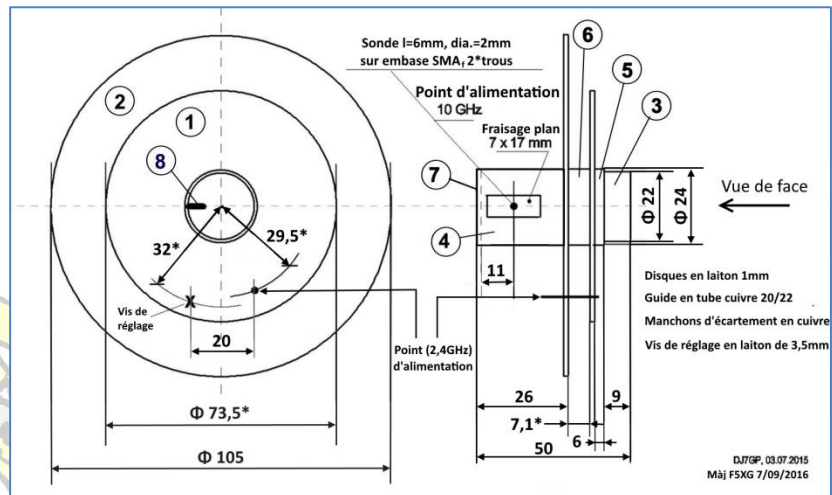

Figure 18 Cotes de réalisation
Les valeurs critiques sont cotées dans le schéma avec un astérisque \* (Figure 18).
Pour l'antenne patch 2.4 GHz on découpe par étapes à la scie les deux plaques constituant le système rayonnant, tout d'abord la tôle repérée ①, puis celle repérée ② sur la Figure 18.
Puis, les deux platines sont passées au tour et ajustées aux bonnes dimensions suivant les cotes du plan (Figure 18).
Sur la plaque du réflecteur (repère ② Figure 18) ainsi que celle de rayonnement (repère ① Figure 18) on percera les trous pour l'embase SMA et la vis de réglage. Comme indiqué sur la description suivante.
Repère ③ Figure 18 :
Lors de finition de la pièce tubulaire recevant le connecteur SMA (Repère ④ Figure 18) ainsi que des bagues d'écartement (Repères ⑤ et ⑥ Figure 18) on procédera comme décrit précédemment (Figure 24, Figure 25).
Le tube (Repère ④ Figure 18) est engagé à force sur le guide (Repère ③ Figure 18),